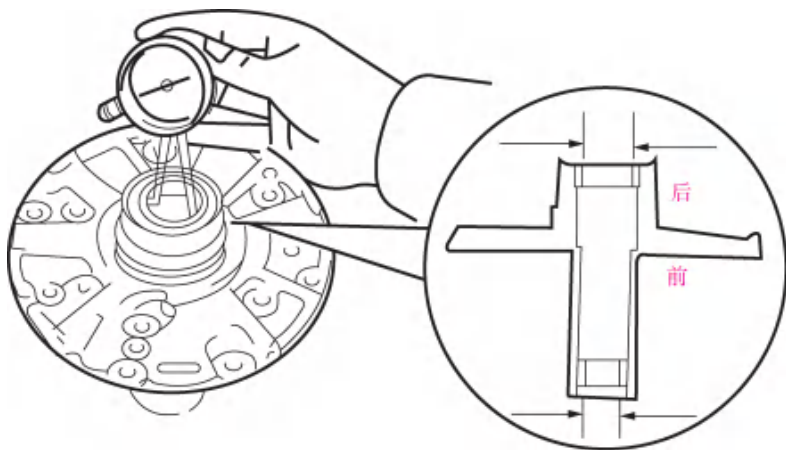

图 3-19 检测导轮轴总成的衬套内径
(5)用百分表测量导轮轴总成的衬套内径,如图 3-19 所示。最大内径为前侧21.57 mm,后侧 27.07 mm。如果内径大于最大值,则更换导轮轴总成。